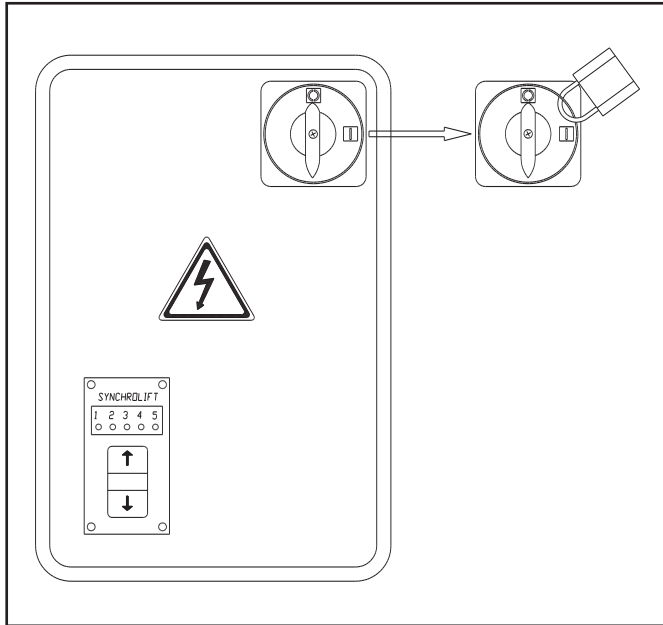

Fig.54 Abb.54
- l'interruttore generale sul quadro deve essere bloccato **IN POSIZIONE "0"** mediante un **LUCCHETTO** (Fig.54).
- the master switch on the panel must be locked to **POSITION "0"** with a **LOCKOUT** (Fig.54).
- l'interrupteur général du coffret de commande doit être bloqué **EN POSITION "0"** au moyen d'un **CADENAS** (fig. 54)
- der Schalter auf dem Schaltkasten muss in **POSITION "0" DURCH EIN VORHÄNGESCHLOSS** blockiert werden. Siehe Abb.54.